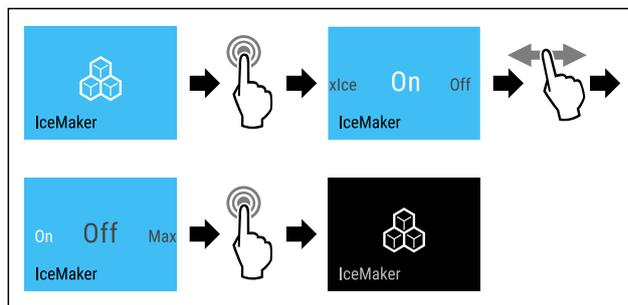

Fig. 20 Représentation à titre d'exemple de la fonction IceMaker active
- ▶ Suivre les étapes (voir Fig. 20) .